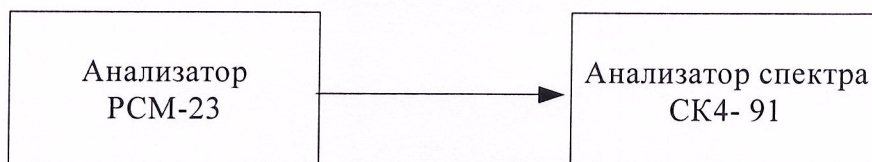

Рис.8.12.
8.3.12.1. Проверка разности частот условного телефонного сигнала осуществляется с помощью анализатора спектра СК4-91 (рис.8.12).